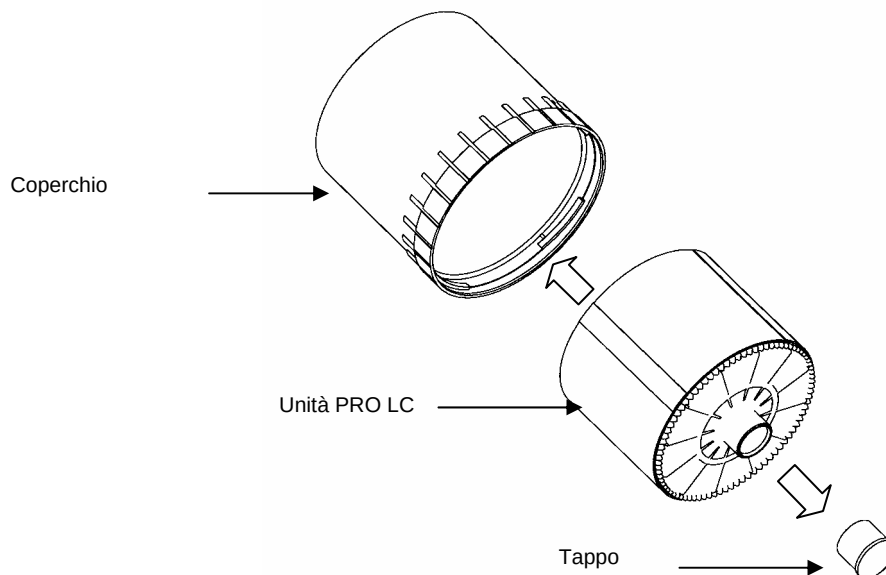

Figura 4
- ◆ Inserire l'unità PRO LC dentro il coperchio e togliere il tappo (figura 4).